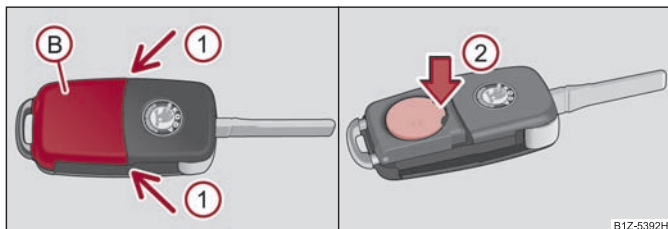
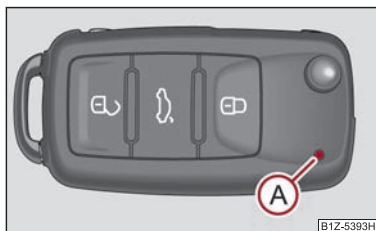

Fig. 2 Chave com telecomando por rádio - tirar a tampa
Fig. 3 Chave com telecomando por rádio
Cada chave com telecomando por rádio contém uma pilha, que está colocada por baixo da tampa **B** ⇒ fig. 2. Quando a pilha estiver descarregada, a luz de controlo vermelha **A** não pisca ⇒ fig. 3 quando se carregar numa tecla do telecomando. Faça a troca da pilha do seguinte modo:
- Carregue na tampa no ponto da seta **1** com cuidado ⇒ fig. 2.
- Tire a pilha descarregada para fora da chave carregando na pilha para baixo no ponto da seta **2** ⇒ fig. 2.